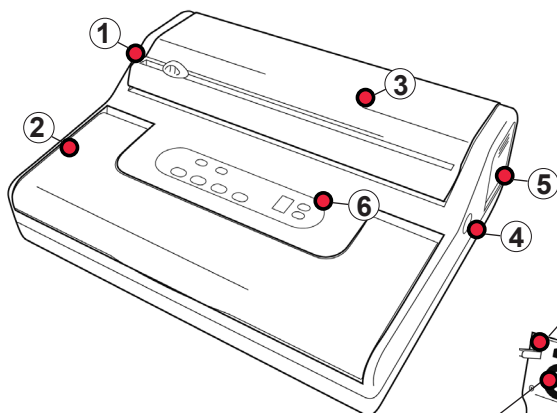

Figura 1.
- **Função Accesory:** mediante esta função, pode-se realizar o vácuo em recipientes especiais. Ligue o tubo de aspiração no conector para recipientes (4) da embaladora e ligue o outro extremo ao recipiente (não se incluem tubos de aspiração nem recipientes). Depois de realizar a ligação, prima a tecla “**Accesory**” e o processo de aspiração começará. Ao chegar ao nível ótimo de vácuo, a embaladora parará automaticamente. É nessa altura que se pode desligar o recipiente. Esta função só deve ser usada juntamente com acessórios desenhados especificamente para o embalamento a vácuo.
- **Função Marinate:** mediante esta função, pode-se marinar alimentos em recipientes especiais. Introduza o alimento que desejar marinar no recipiente juntamente com o seu adereço. **Importante: as especiarias moídas que não estiverem bem misturadas com o molho podem obstruir ou danificar gravemente a bomba de vácuo.** Ligue o tubo de aspiração no conector para recipientes (Figura 1, ponto 5) da embaladora e ligue o outro extremo ao recipiente (não se incluem tubos de aspiração nem recipientes). Depois de realizar a ligação, prima a tecla “**Marinate**” e o processo começará. Ao premir uma vez a tecla “**Marinate**”, seleciona-se o programa curto (15 minutos); ao premir a tecla pela segunda vez, seleciona-se o programa prolongado (27 minutos). A embaladora começará a realizar processos de aspiração e expiração do ar, conseguindo assim que o adereço penetre pelos poros do alimento. Esta função só deve ser usada juntamente com acessórios desenhados especificamente para o embalamento a vácuo.
Depois de utilizar a máquina, recomenda-se limpar com sabão neutro tanto a carcaça do aparelho, como a câmara de vácuo com o objetivo de garantir a higiene e uma correta conservação da embaladora. Do mesmo modo, é importante que a barra e borracha de selagem estejam sempre limpas para assegurar uma correta selagem do saco, assim como as borrachas de vácuo (Figura 1 e 2). Confirme periodicamente que a câmara de vácuo está livre de